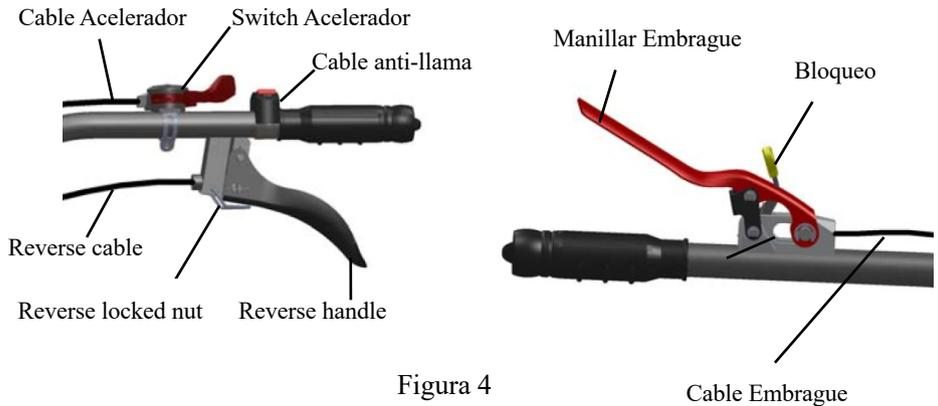

Figura 4
1) Ajuste del cable del embrague. (Figura 4 y 7)
**2) Ajuste del cable de reversa (Figura 4)**
**3) Ajuste del cable de acelerador. (Figura 4)**